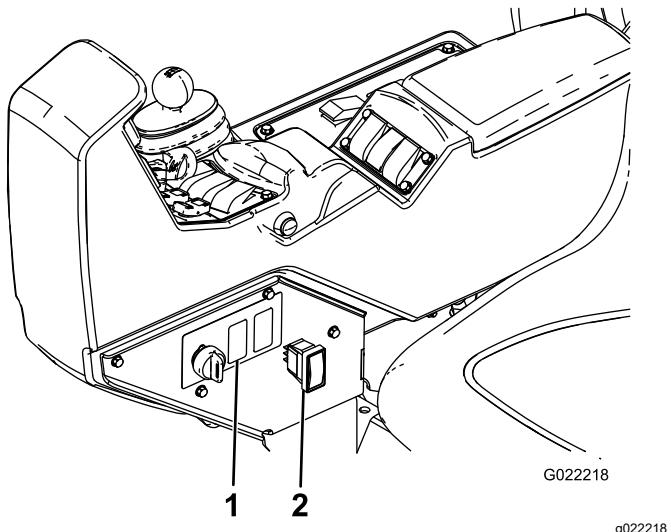

Рисунок 13
- Найдите заглушку переключателя промывочного бака на панели опрыскивателя и удалите заглушку (Рисунок 13).
- Подключите переключатель к корпусному разъему сквозь пульт (Рисунок 13).